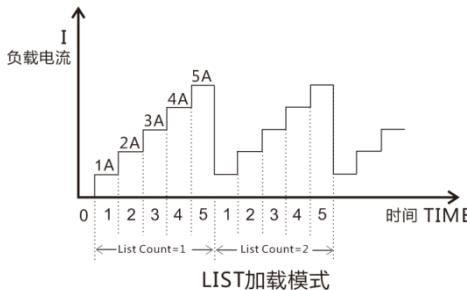

图 3.7 LIST 带载图示
7、设置完成后按 键退回到 list 测试界面, 按 键开始和关闭带载。测试波形如图 3.7 所示。